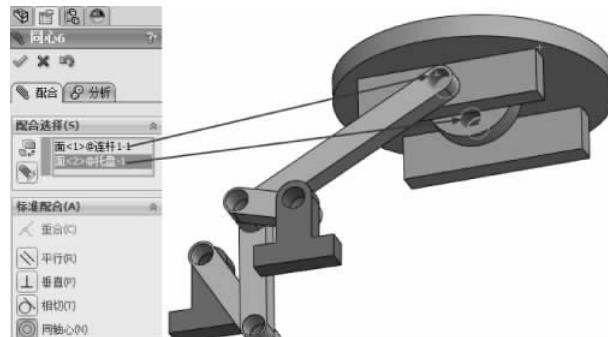

图 3-182 同轴心配合
(14) 单击【装配体】工具栏中的【配合】按钮 ，弹出【配合】的属性设置。选择【标准配合】选项组下的【同轴心】配合类型 ，在【要配合的实体】选择框 中选择如图 3-182 所示的面，其他保持默认，单击【确定】按钮 ，完成同轴心配合。